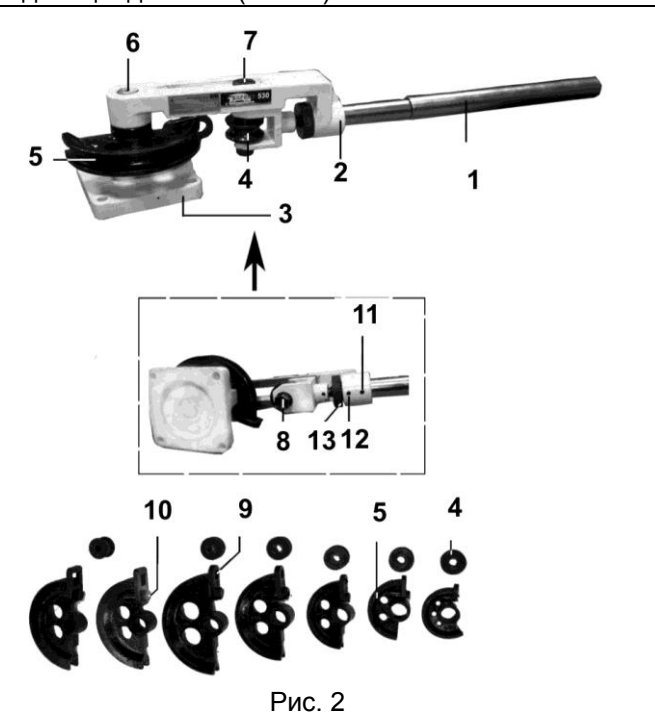

Рис. 2
- 4.1. Запрещается эксплуатировать трубогиб без надёжного его закрепления на прочной и устойчивой рабочей поверхности верстака с помощью болтовых соединений (не комплектуется) через отверстия в основании (3) (Рис. 2).
- 4.4. Не допускайте попадания рук в рабочую область между роликом (4) и оправкой (5) (Рис. 2).
- 4.7. В рабочей зоне трубогиба - между роликом (4) и оправкой (5) (Рис. 2) - не должны находиться мусор, стружка и
6.1. Трубогиб состоит из следующих сборочных единиц и деталей (Рис. 2):
7. СБОРКА (Рис. 2)
Закрепите трубогиб на прочной и устойчивой рабочей поверхности верстака с помощью болтовых соединений (не комплектуется) через отверстия в основании (3), Рис. 2.
9. РАБОТА (Рис. 2)
10.3. Рабочая поверхность оправки (5) и ролика (4), Рис. 2, а также оси (6) и (7), должны быть чистыми, слегка смазанными машинным маслом.